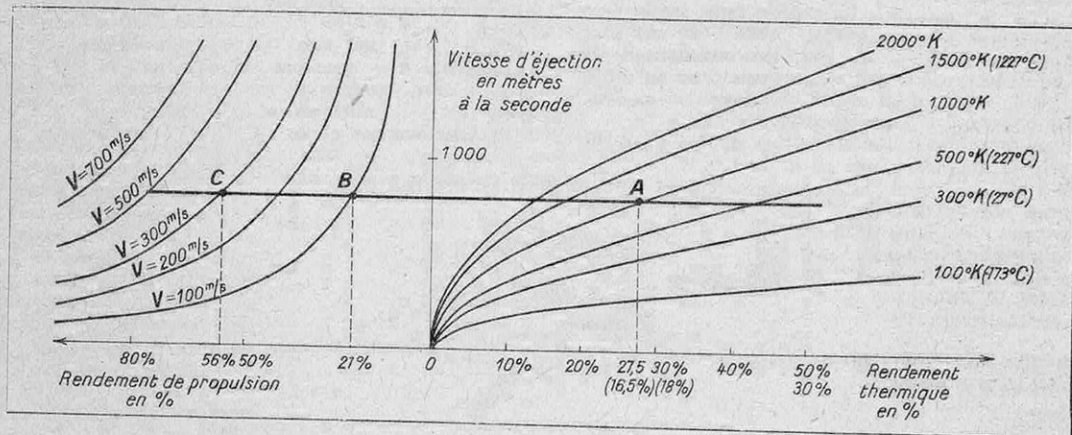

FIG. 8. — COMMENT VARIENT LES RENDEMENTS DANS LA PROPULSION PAR RÉACTION THERMIQUE
*Rendement de production du jet d'air accéléré* (fig. 8).